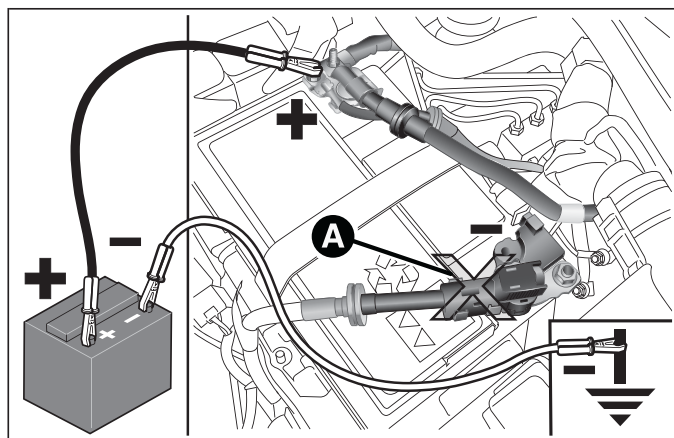

fig. 110
- collegare i morsetti positivi (segno + in prossimità del morsetto) delle due batterie con un apposito cavo fig. 110;